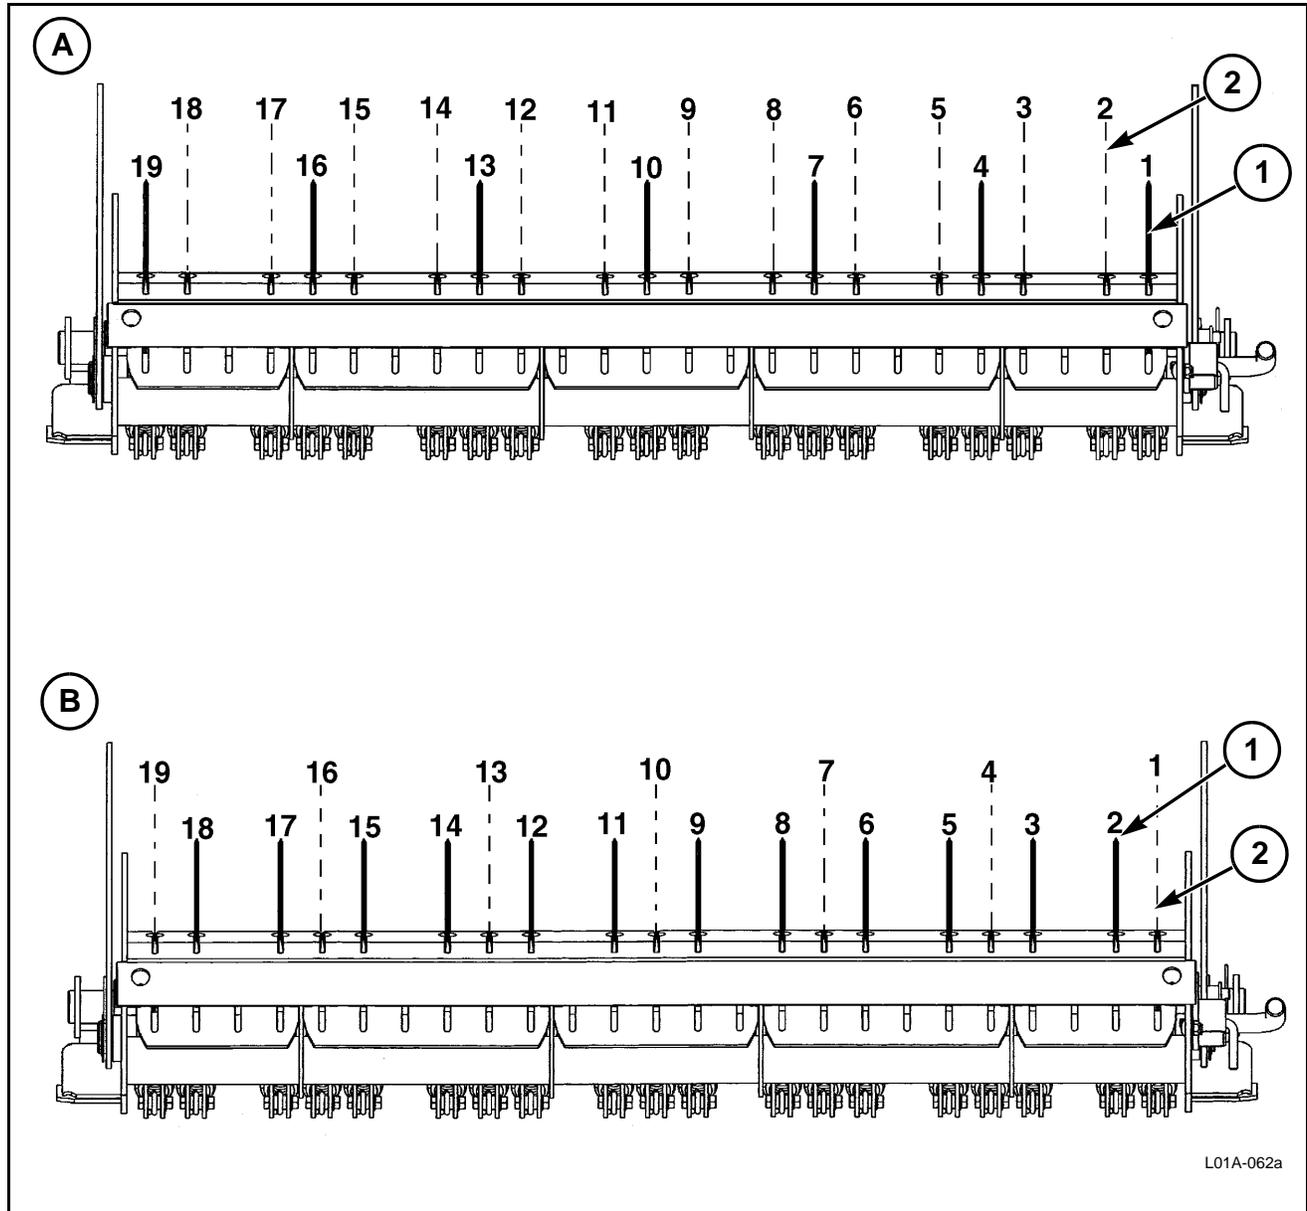

FIG. 111
FIG. 111: Los diagramas anteriores muestran dos ubicaciones diferentes de cuchilla (1) y espaciador (2) según se ven desde la parte delantera de un enfardador. La cantidad total de cuchillas y espaciadores variará según el tamaño del sistema de corte.